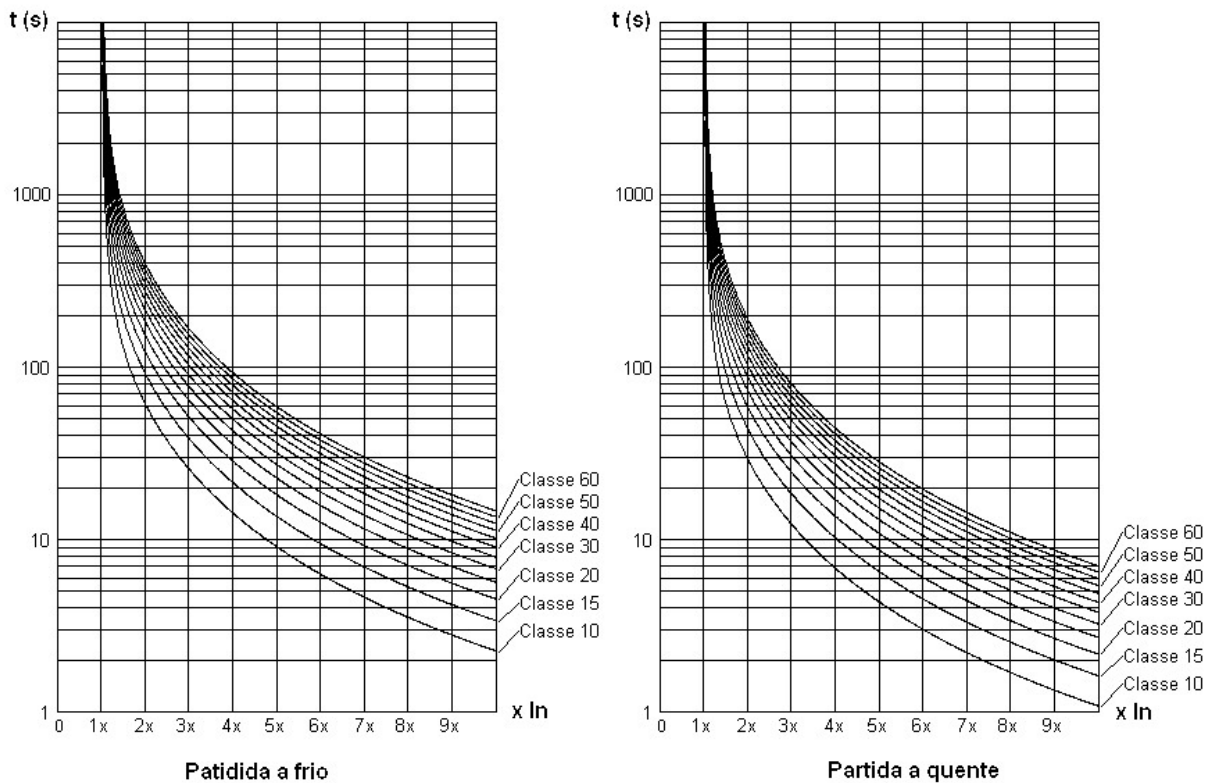

Figura 15.6: Classes Térmicas de proteção do motor padrão
- As curvas de partida, ou curvas de classe térmica, são baseadas no tempo de rotor bloqueado que o motor suporta com determinada corrente (Figura 15.6). Estas curvas simulam o aquecimento do motor para situações de sobrecarga, ou seja, com correntes acima da sua corrente nominal e são normalmente baseadas na norma IEC 60947-4-2.
A Figura 15.6 mostra os tempos de atuação da Classe térmica conforme a norma IEC 60947-4-2.
NOTA! Os tempos das Classes Térmicas para partida a quente mostrados na Figura 15.6 somente são válidos para: P0840 = 3 = Classe F 155 °C, P0841 = 40 °C e P0842 = 60 °C.
Os valores padrões dos parâmetros, P0840 = 3 = Classe F = 155 °C, P0841 = 40 °C e P0842 = 60 °C definem os tempos de atuação da Classe térmica conforme a norma IEC 60947-4-2, mostrados na Figura 15.6. Estes tempos são baseados em características típicas de motores padrões de mercado, sendo assim, não são adequados para possibilitar a partida de motores especiais que possuem classes de isolamento superiores com elevados tempos de partida, correntes altas e variados tipos de refrigeração.